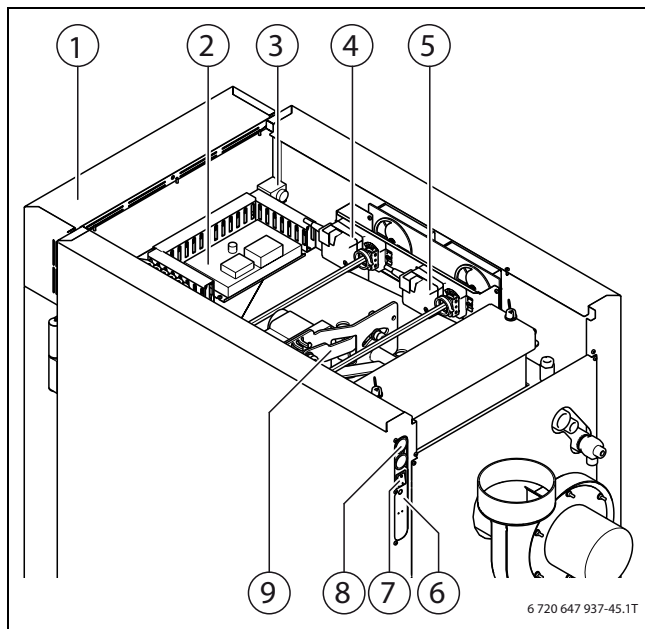

Bild 16 Kesseloberseite
- ▶ Abdeckkappe vom Stecker abnehmen (→ Bild 16, [6]).
- ▶ Benötigte Kabel durch Führungsrohre (→ Bild 16, [8]) von der Kesselrückseite zur Erweiterungsplatine schieben.
- STB und Kesselfühler auf der Kesseloberseite links neben der Platine unter der Isolierung (→ Bild 16, [3], Seite 25).
rungsplatine befindet sich auf der Kesseloberseite (→ Bild 16, [2], Seite 25).
Der Sicherheitstemperaturbegrenzer (STB) ist im oberen Kesselbereich (→ Bild 16, [3], Seite 25; Bild 20, [1], Seite 35) montiert.